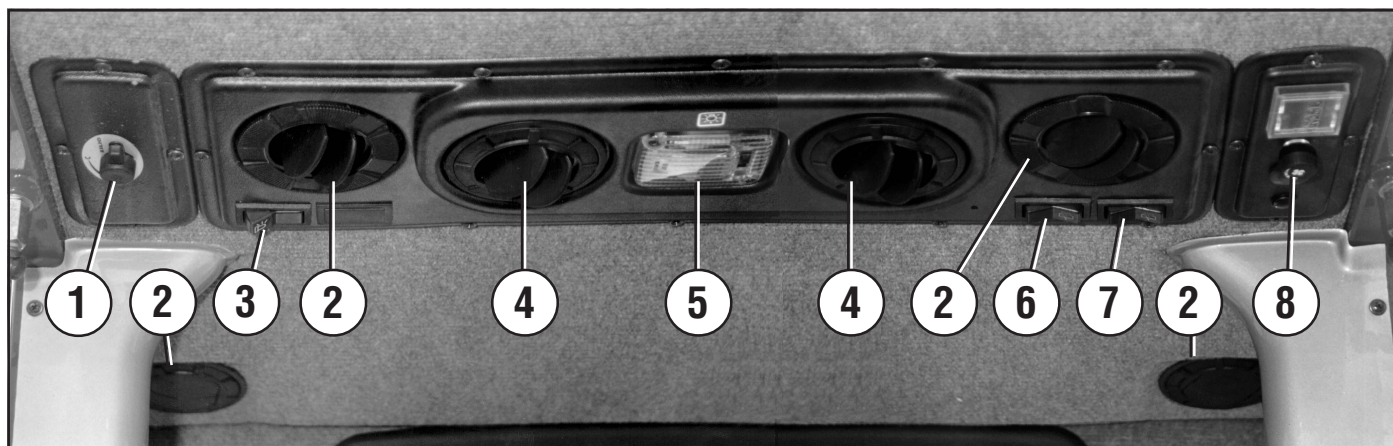

Fig. 27
5.1.5 INSTRUMENTER I FØRERKABINE (Fig. 27 - 28 - 29)